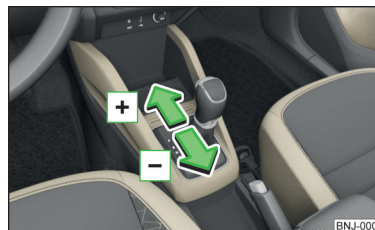

Fig. 129
► Toccare leggermente la leva selettoria in avanti  » fig. 129.
► Spingere leggermente indietro la leva selettoria  » fig. 129.